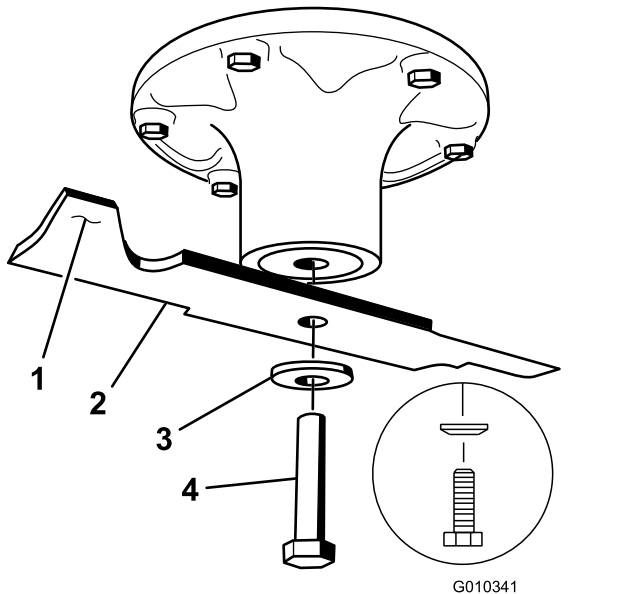

Figura 58
Sujete el extremo de la cuchilla usando un trapo o un guante grueso. Retire del eje el perno de la cuchilla, la arandela curva y la cuchilla (Figura 58).
- A. Rebaje algo de metal en la parte de la vela solamente con una lima (Figura 58).
1. Instale la cuchilla en el eje (Figura 58).
2. Instale la arandela de muelle y el perno de la cuchilla (Figura 58).